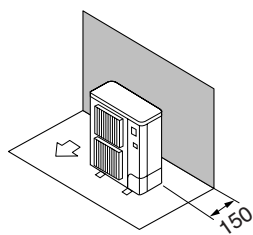

Fig. 3-5
- ① Окружающие предметы - только сзади (Fig. 3-5)